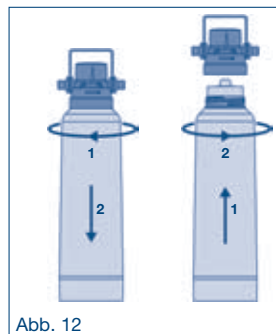

Abb. 12
2. Filterkerze im Uhrzeigersinn aus dem Filterkopf herausdrehen (siehe Abb. 12). Der Filterkopf lässt sich zur Vereinfachung der Filterkerzen-Demontage in der Filterhalterung um 90° schwenken.
3. Neue Filterkerze installieren (siehe Abb. 12).